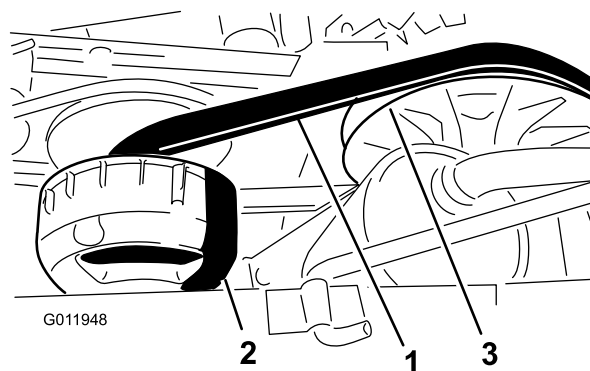

図 69
4. ベルト 図 69 を手で回転させながら、磨耗や破損がないかを点検する。
3. 2次クラッチを回しながら2次クラッチ部分でベルトを外す (図 69)。
4. 1次クラッチからベルトを外す (図 69)。
5. 新しいベルトを一次クラッチに掛ける 図 69。
6. 2次クラッチを回しながら2次クラッチ部分でベルトを外す (図 69)。